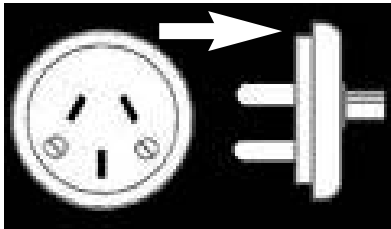

fig. 17
ACHTUNG! VOR BEGINN DER REINIGUNGS- UND WARTUNGSARBEITEN IST UNBEDINGT DIE ELEKTRISCHE STROMVERSORGUNG AM SICHERUNGSAUTOMAT VOR DEM KÜHLMÖBEL ZU UNTERBRECHEN (Abb.17).
- Schalten Sie die Stromversorgung am Hauptschalter vor dem Kühlmöbel aus (Abb.17).
BEI GAS AUSSTRÖMUNG ODER FEUER darf man den Raum erst dann betreten, wenn er gelüftet wurde. Die Strom-zufuhr durch das Bedienen des Hauptschalters vor dem Möbel ausschalten (Abb.17). KEIN WASSER ZUM FEUER-LÖSCHEN, SONDERN SPEZIELLE FEUERLÖSCHER MIT TROCKENMITTELN.